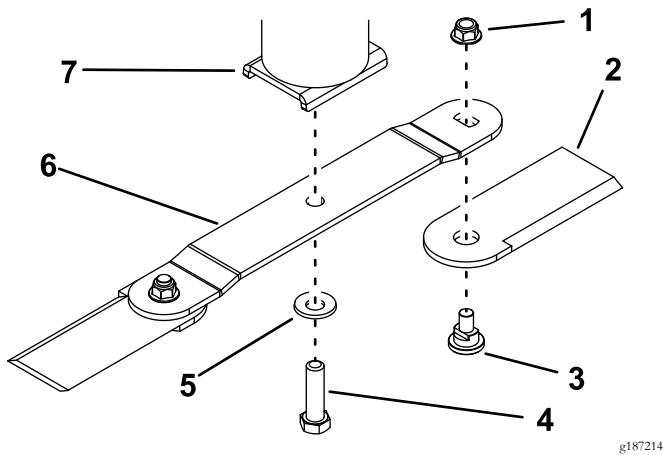

Figure 38
2. Au bas de la coupelle d'axe, enlevez le boulon de lame, la rondelle bombée et la lame du support de lame (Figure 38).
Si la lame est déséquilibrée, limez un peu de métal à l'arrière de la lame (côté opposé au tranchant) (Figure 38).
1. Fixez la lame à la coupelle d'axe à l'aide du boulon et de la rondelle bombée (Figure 38).
3. Pour poser seulement les lames-fléaux, fixez les fléaux au bout de la lame principale à l'aide du boulon et d'un écrou neuf pour chaque fléau (Figure 38). Serrez l'écrou à un couple de 103 à 127 N m.